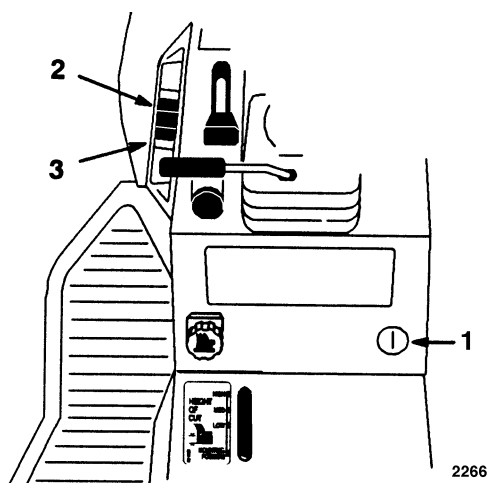

Figure 9
Ce système de relevage (en option sur certains modèles) (Fig. 9) sert à relever et à abaisser les accessoires.
1. Pousser la commande de relevage en position "UP" (HAUT) pour relever le système (Fig. 9). L'accessoire est alors relevé et reste dans cette position.
2. Pousser la commande en position "DOWN" (BAS) pour abaisser le système et l'accessoire (Fig. 9).
Cette commande (Fig. 9) sert à limiter la course descendante de l'accessoire. Tourner le bouton de sélection de hauteur pour augmenter ou diminuer la limite.
1. Tirer sur le levier de relevage des accessoires: se reporter à la section "Relevage des accessoires". En position relevée, tourner le bouton de sélection de hauteur (Fig. 9) pour changer la limite. Le tourner dans le sens des aiguilles d'une montre pour augmenter la hauteur de l'accessoire, ou dans le sens contraire des aiguilles d'une montre pour diminuer la hauteur.
2. Le voyant de sélection de hauteur (Fig. 9) signale le changement de la hauteur de relevage de l'accessoire, plus ou moins haut, au moment de la sélection.